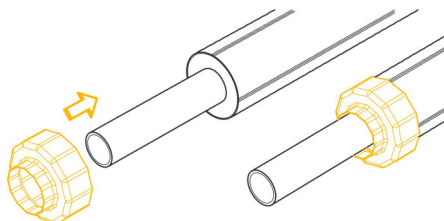

Рис. 5.7.2
3. Надеть концевой предохранитель на подготовленный к монтажу конец трубы (рис. 5.7.2).